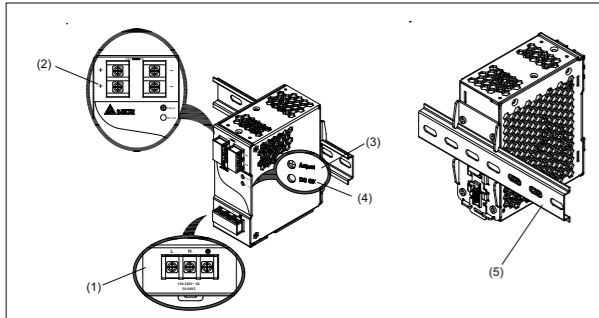
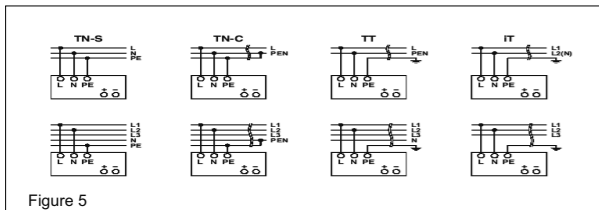

Figure 1
Figure 5
#### 2. Gerätebeschreibung (Abb. 1)
#### 5.1. Anschluss der Eingangsklemmen (Abb. 1, Abb. 5)
#### 5.2. Anschluss der Ausgangsklemmen (Abb. 1 (2))
Verwenden Sie die Schraubklemmen „+“ und „-“, um den 24 VDC-Anschluss herzustellen. Am Ausgang stehen 24 VDC zur Verfügung. Die Ausgangsspannung kann am Potentiometer zwischen 22 und 28 VDC eingestellt werden. Die grüne LED „DC OK“ zeigt die korrekte Funktion des Ausgangs an (Abb. 1 (4)). Das Gerät verfügt über einen Kurzschluss-, Überlast- und Überspannungsschutz, der auf 35 VDC begrenzt ist.